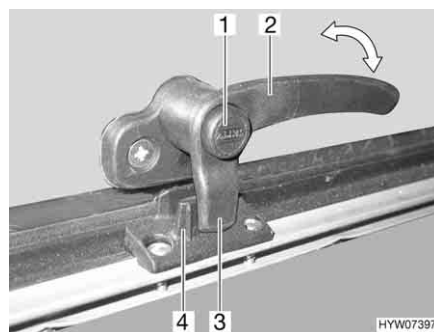
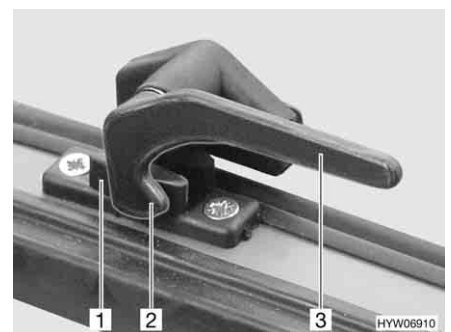

Bild 64 Verriegelungshebel mit Sicherungsknopf in Stellung "geschlossen"
Bild 65 Verriegelungshebel in Stellung "geschlossen"
- Wenn vorhanden, Sicherungsknopf (Bild 64,1) drücken und gedrückt halten.
- Alle Verriegelungshebel (Bild 64,2 oder Bild 65,3) eine viertel Umdrehung zur Haubenmitte hin drehen.
- Alle Verriegelungshebel (Bild 64,2 oder Bild 65,3) eine viertel Umdrehung zum Rahmen hin drehen. Die Verriegelungsnase (Bild 64,3 oder Bild 65,2) liegt auf der Innenseite der Haubenverriegelung (Bild 64,4 oder Bild 65,1).
- in Stellung "fest verschlossen" (Bild 64 und Bild 65)